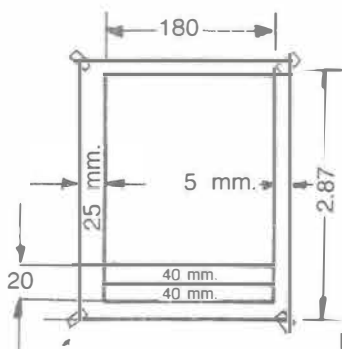

FIG. 20
5. A partir de la línea inferior horizontal (margen) y sobre una cualquiera de las líneas verticales trace 2 puntos situados a 10 mm. entre si. Por estos 2 puntos trace 2 líneas paralelas horizontales (Fig. 20).